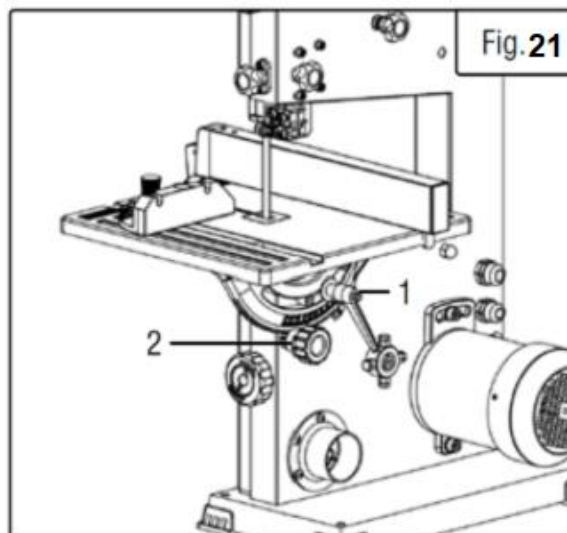

Рис. 21
- Поверните рычаг блокировки наклона стола (1, Рис. 21) против часовой стрелки.
- Поворачивайте ручку регулировки наклона стола (2), пока указатель не окажется под нужным углом согласно шкале наклона стола.